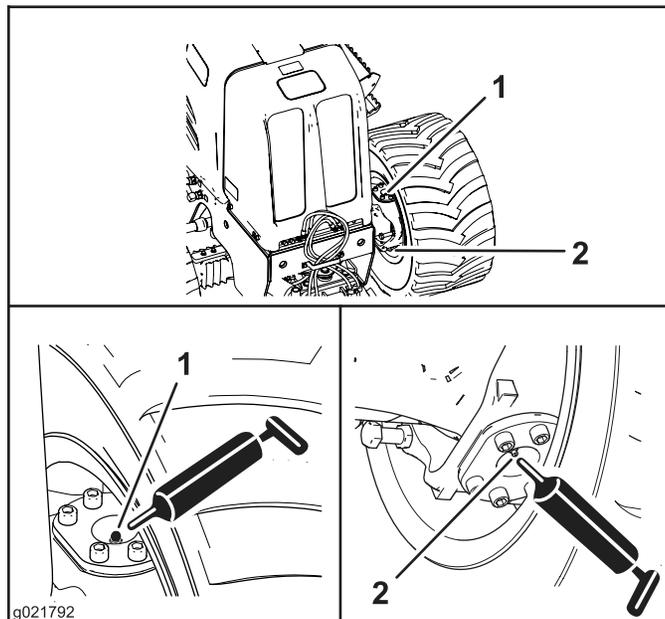
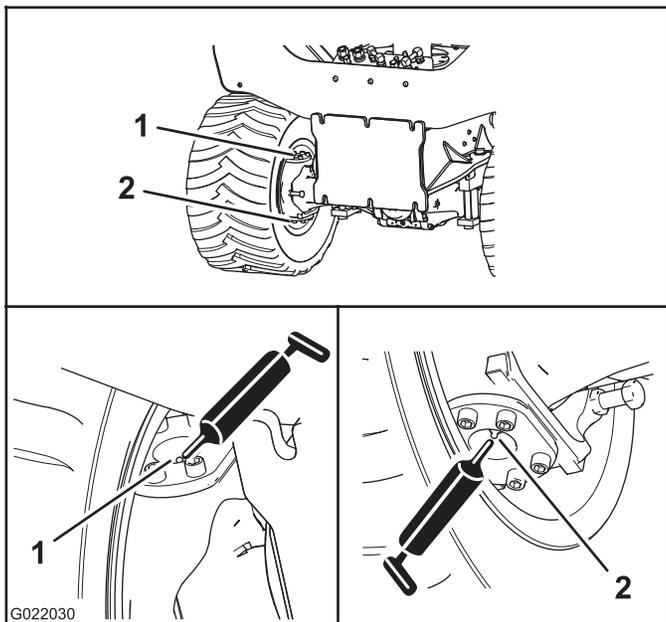

Figura 31
Figura 32
2. Conecte la pistola de engrasar a los engrasadores de los pivotes superior e inferior; bombee 2 o 3 aplicaciones de grasa en cada engrasador (Figura 31 y Figura 32).